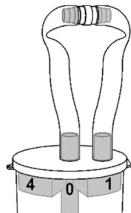

Abb. 4
9. 用软管连接器将两个软管端头牢牢连接。因此，吸水式息肉捕集器是密封的(图4)。